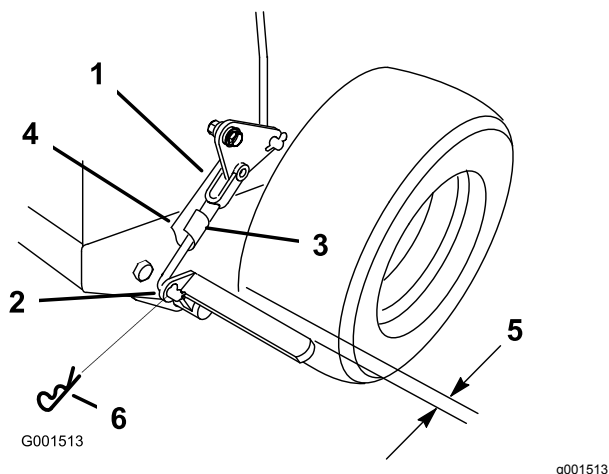

Figura 44
3. Rimuovete la coppiglia della molla dal tirante inferiore del freno (Figura 44).
4. Ruotate la forcella del tirante inferiore del freno in senso orario per serrare il freno di stazionamento; ruotate la forcella del tirante inferiore del freno in senso antiorario per allentare il freno di stazionamento (Figura 44).
Nota: Quando il freno di stazionamento non è inserito, dovrebbe esserci uno spazio di circa 6 mm tra lo pneumatico e la barra piatta (Figura 44).
5. Fissate il tirante inferiore alla leva inferiore del freno con la coppiglia e il perno con testa (Figura 44).